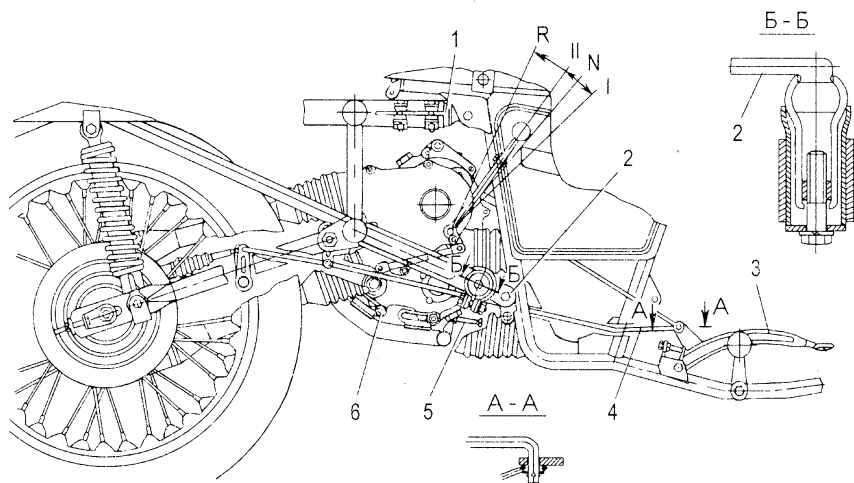

Рис. 6.6. Элементы соединения грузового модуля с базовым мотоциклом:
- отсоединить грузовой модуль от базового мотоцикла. Элементы соединения модуля с базовым мотоциклом приведены на рис. 6.6;